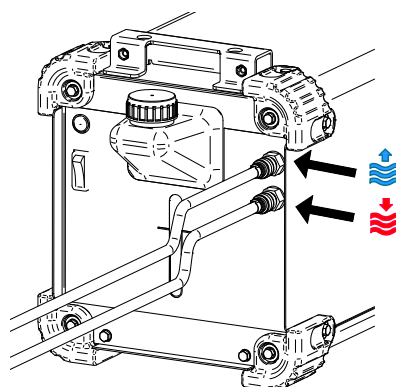

Рисунок 8.
- Подсоедините шланги системы охлаждения к впускному штуцеру водоохладителя [5] и выходному разъему [4] (Рисунок 8).
- Подсоедините шланги водяного охладителя — Рисунок 8.